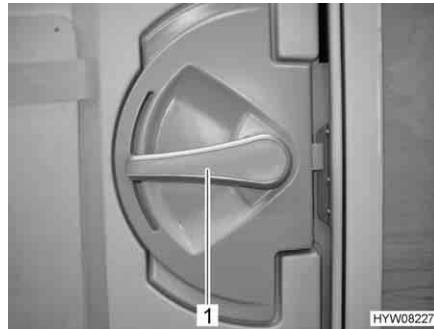

Fig. 26 Cerradura de la puerta de entrada, en el interior
- Abrir:* ■ Presionar hacia abajo el tirador de la puerta (Fig. 26,1).
- Bloquear:* ■ Girar hacia arriba unos 45° el tirador de la puerta (Fig. 26,1) y dejarlo en esta posición.